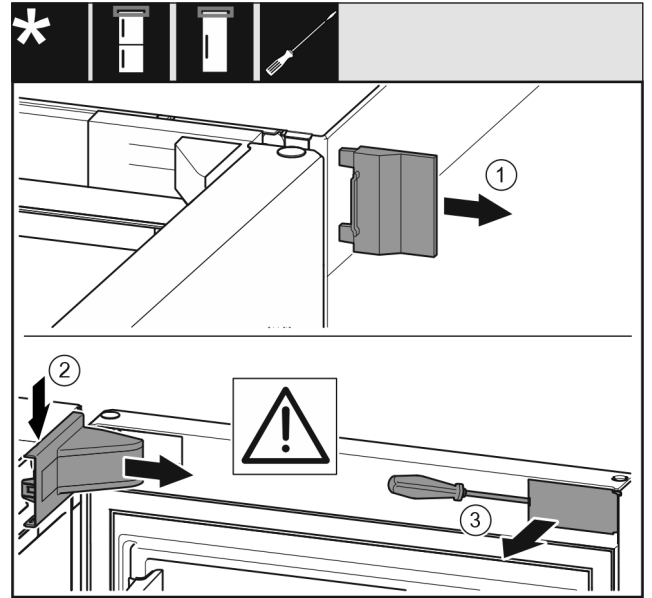

Fig. 6
- Poista ulompi suojus. Fig. 6 (1)
- Vapauta laakeripukin suojus lukituksesta ja irrota se. Poista laakeripukin suojus. Fig. 6 (2)
- Avaa paneelin ruuvit uraruuvimeisselillä ja käännä paneeli sivuun. Fig. 6 (3)